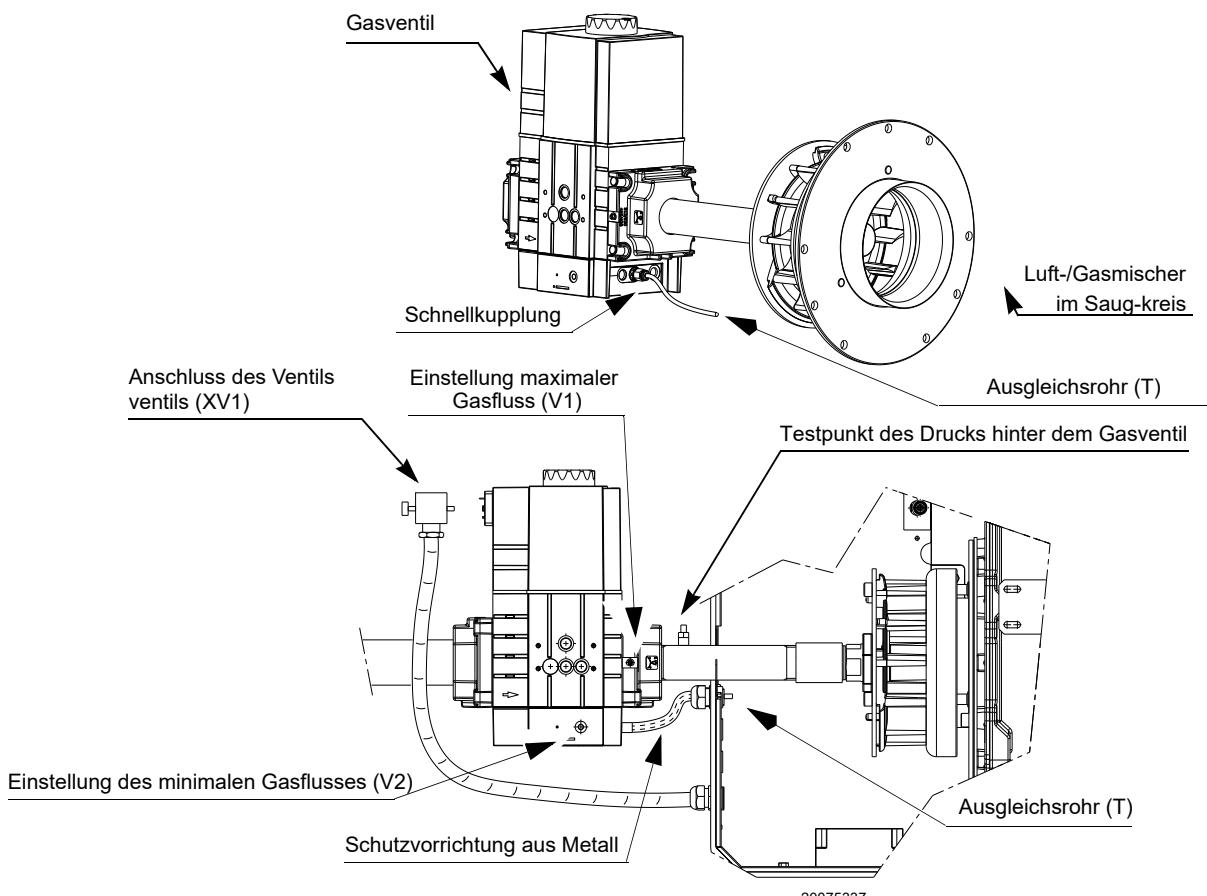

Abb. 13
- Die Luft aus der Gasleitung mittels der Schraube am Anschluss ablassen (Abb. 13 auf Seite 14).